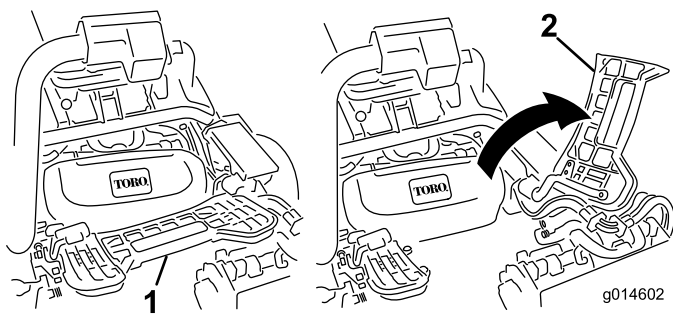

Figura 32
2. Eleve o apoio de pé e incline-o para aberto, permitindo o acesso à posição da unidade de corte central (Figura 32).